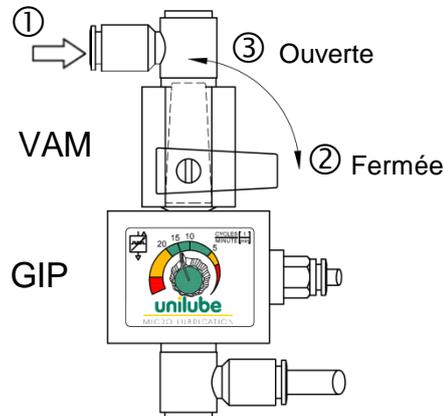
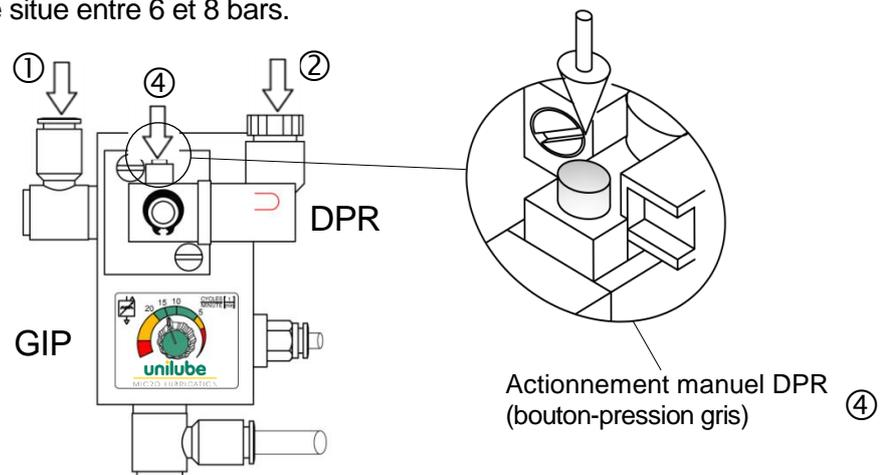
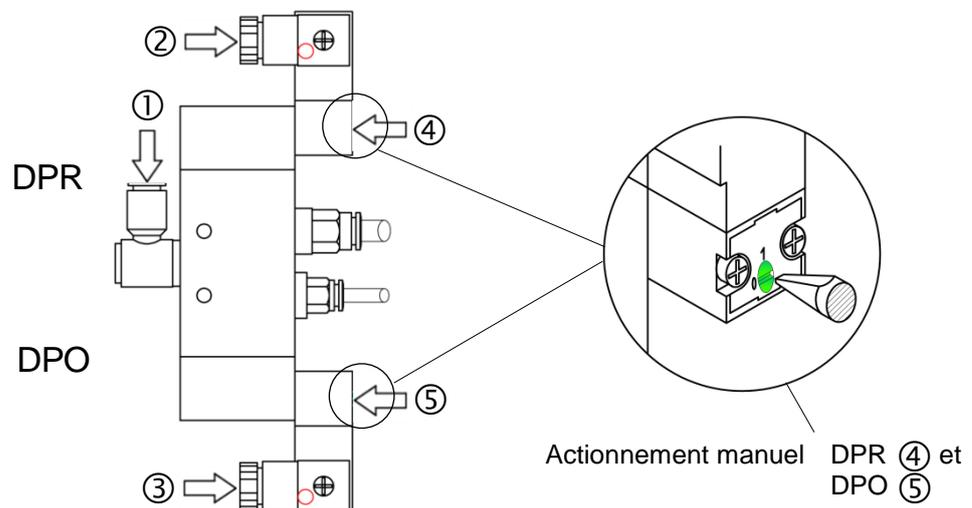

Fig. 6 : Vanne d'arrêt manuelle (VAM) et générateur d'impulsions pneumatique (GIP) – Raccordement et actionnement d'urgence
Fig. 7 : Distributeur principal électrique et et générateur d'impulsions pneumatique (GIP), raccords, DEL et commandes manuelles
Fig. 8 : Vanne double, Distributeur principal électrique et distributeur de pompe électrique, raccords, DEL et commandes manuelles
4.6 La conduite d'air comprimé est raccordée via le raccord enfichable (TUBE Ø 6x4 mm) ou le filetage intérieur (G 1/8") de la Vanne d'Arrêt Manuelle (VAM fig. 6 ①) ou du distributeur
Principal (DPR, *fig. 7* ① option vanne mono, ou *fig. 8* ① option vanne double). Lorsque la vanne est fermée (*fig. 6* position ② « Fermée ») le SLM n'est pas sous pression. Lorsque la vanne d'arrêt manuelle est ouverte (*fig. 6* position ③ « Ouverte »), l'air comprimé est acheminé vers le SLM.
Lorsque vanne d'arrêt manuelle est montée (VAM *fig. 6*), la commande s'effectue par exemple via une soupape de commande côté machine (SLM ON - SLM OFF). La mise en service s'effectue avec la VAM ouverte (*fig. 6* position ③ « Ouverte »).
Avant tout travail de maintenance, par exemple sur les buses, le SLM doit être mis hors pression (soupape de distributeur principal électrique fermée côté machine, ou vanne d'arrêt manuelle fermée, *fig. 6* position ② « Fermée »).
- 4.7 Optionnelle le couplage du SLM avec la machine s'effectue par le biais d'un distributeur principal à 3/2 voies avec 24 VDC (*Fig 7 DPR*). Pour le raccordement à la commande de la machine, un connecteur avec indicateur d'alimentation DEL (*fig. 7* ② et *fig. 8* ②) est prévu. Il en va de même pour le raccordement du distributeur de pompe électrique (option DPO, *fig. 8* ③, réglage des cycles de pompage voir chapitre 6.4).
En cas d'arrêt de la machine, des pontages sont prévus à des fins de maintenance au moyen des commandes auxiliaires manuelles sur le distributeur principal électrique via le bouton-poussoir gris (*fig. 7* ④) resp. via une fente pour vis (*fig. 8* ④) et aussi sur le distributeur de pompe électrique une fente pour vis (*fig. 8* ⑤) est prévu.
6.3 Réglage du nombre de cycles : Le générateur d'impulsions pneumatique (GIP *fig. 6, 7 & 14*) cadence la pompe de dosage. Le réglage s'effectue en continu de 0 à env. 60 impulsions/minute en tournant le bouton de manivelle (plage de fonctionnement optimale : $5 \div 20$ impulsions/minute, *fig. 15* vert). La zone de réglage ne présente pas de butée et le bouton de manivelle peut être tourné à volonté dans les deux sens.
En cas d'utilisation du distributeur de pompe électrique (option DPO, *fig. 8*), le nombre de cycles de la pompe de dosage est effectuée par la commande de la machine. Avec un temps de mise en marche fixe (environ 0,5 seconde), la variation du temps d'arrêt permet de régler la quantité de lubrifiant nécessaire à chaque processus (voir SCHÉMAS DES COMMANDES « Système de lubrification minimale avec débit programmable », à part).
15 impulsions/minute ($\hat{=}$ 15 courses de piston/min, fig. 6)
Impulsions programmées ($\hat{=}$ commande de machine CNC *fig. 8*)
8.2.7 Mettre en marche l'air comprimé (par ex. par déviation du SCP *fig. 7* ④ ou *fig. 8* ④) et observer la migration des bulles d'air dans la conduite capillaire jusqu'à ce que la conduite ne contienne aucune bulle sur toute sa longueur jusqu'à la tête de la buse (durée : environ 0.75 minute/1 mètre de longueur de câble coaxial).
S'assurer impérativement que les outils sont immobiles et que la machine est à l'arrêt lorsque vous travaillez sur les buses. simuler le fonctionnement avec la commande manuelle (voir *fig. 7* ④ ou *fig. 8* ④ et chapitre 4.7) à des fins de maintenance. Ne pas diriger la tête des buses vers des personnes, en particulier vers les yeux. Risque de blessure !